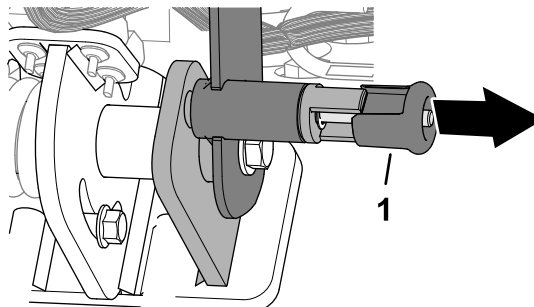

Bild 67
1. Ziehen Sie den Lenkerverriegelungsknopf heraus (Bild 67).